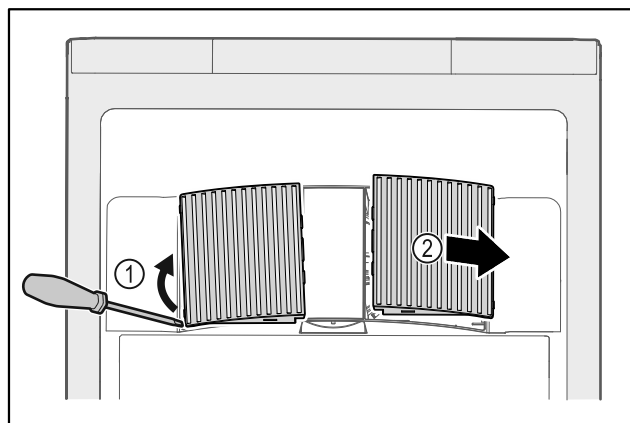

Fig. 145
- ▶ Lirk ut ventilatordekslene fra siden Fig. 145 (1), og ta dem ut forover Fig. 145 (2).